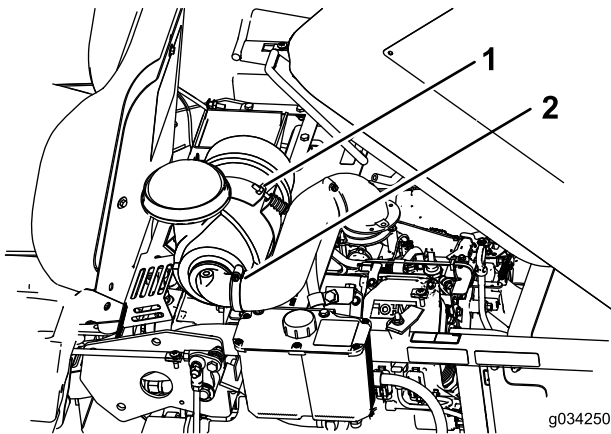

Figura 31
4. Afloje el perno que sostiene el limpiador de aire (Figura 31).
5. Afloje la abrazadera que sujeta la manguera y retire el limpiador de aire (Figura 31).